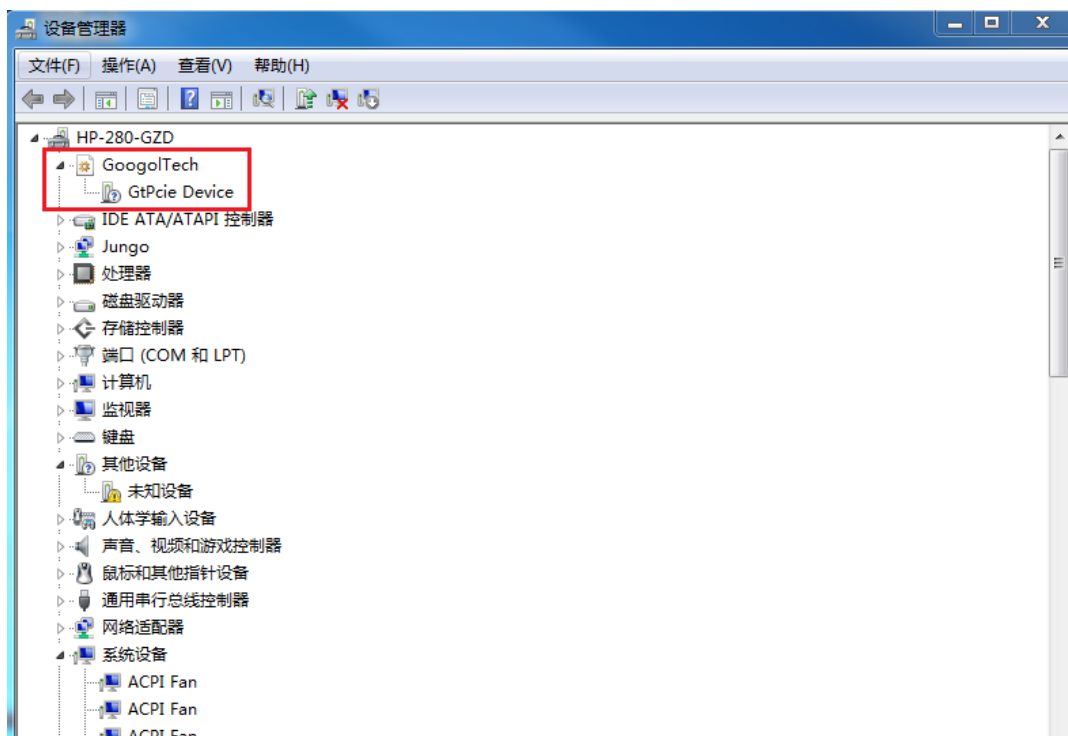

图 2-2 控制器驱动程序安装界面
(1) 启动计算机后，打开“设备管理器”，可以看到驱动已经安装成功，如图 2-2 所示。